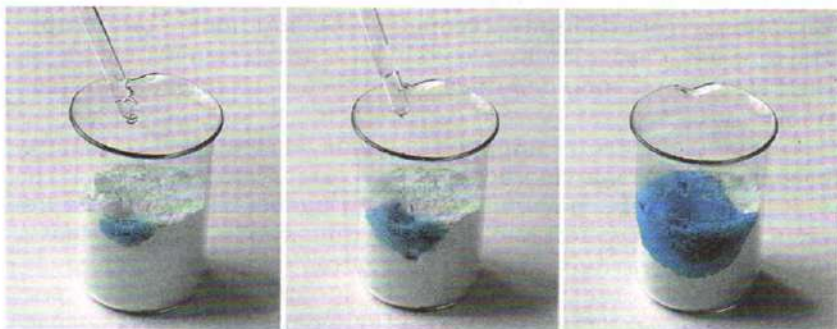

Рис. 57. Реакция гидратации сульфата меди(II)
3. Получите осадок гидроксида меди(II) и прилейте к нему разбавленную серную кислоту. Что вы наблюдаете?
Сульфаты многих металлов из водных растворов кристаллизуются в виде гидратов. Соли меди(II) $\text{CuSO}_4 \cdot 5\text{H}_2\text{O}$, железа(II) $\text{FeSO}_4 \cdot 7\text{H}_2\text{O}$, цинка $\text{ZnSO}_4 \cdot 7\text{H}_2\text{O}$ и некоторых других двухвалентных металлов традиционно называют *купоросами*. Медный купорос образует ярко-синие кристаллы, имеющие форму призм. При нагревании до 200°C соль отщепляет кристаллизационную воду, превращаясь в серый порошок безводного сульфата меди(II). Окраска медного купороса вызвана гидратированными ионами $[\text{Cu}(\text{H}_2\text{O})_4]^{2+}$, которые входят в состав кристаллов. Безводный сульфат меди(II) легко поглощает воду, вновь превращаясь в синий гидрат (рис. 57). Реакция гидратации (присоединения воды) сопровождается выделением теплоты.